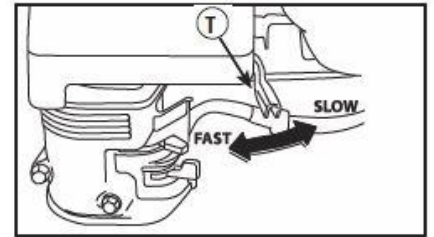

Fig. 13
2. Mueva el control de la válvula de admisión (t) a la posición SLOW (Lento), y luego a la posición STOP (Parada). (See Fig. 13)